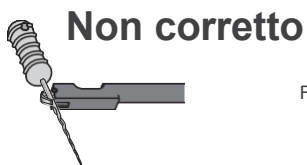

Figura 2
- Non agganciare come mostrato in figura 2. Ciò impedirà una localizzazione apicale accurata e danneggerà l'estremità del portapunte.